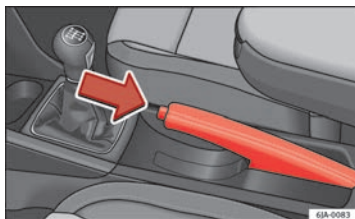

Abb. 103 Mittelkonsole: Handbremse
- Ziehen Sie den Handbremshebel etwas hoch und drücken Sie **gleichzeitig** den Sperrknopf ⇒ Abb. 103.